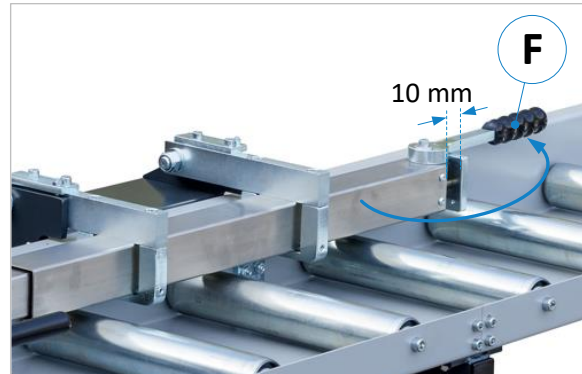

Figure 23 : levier pour course libre (option SZ 05)
- **Option SZ 05** : Avant le déclenchement de la coupe, réaliser la course libre de 10 mm en faisant pivoter le levier excentrique (F) vers l'arrière (voir ⇒ Figure 23).
- **Standard** : La butée peut être rabattue vers l'arrière à n'importe quelle position à l'aide de la poignée (G).